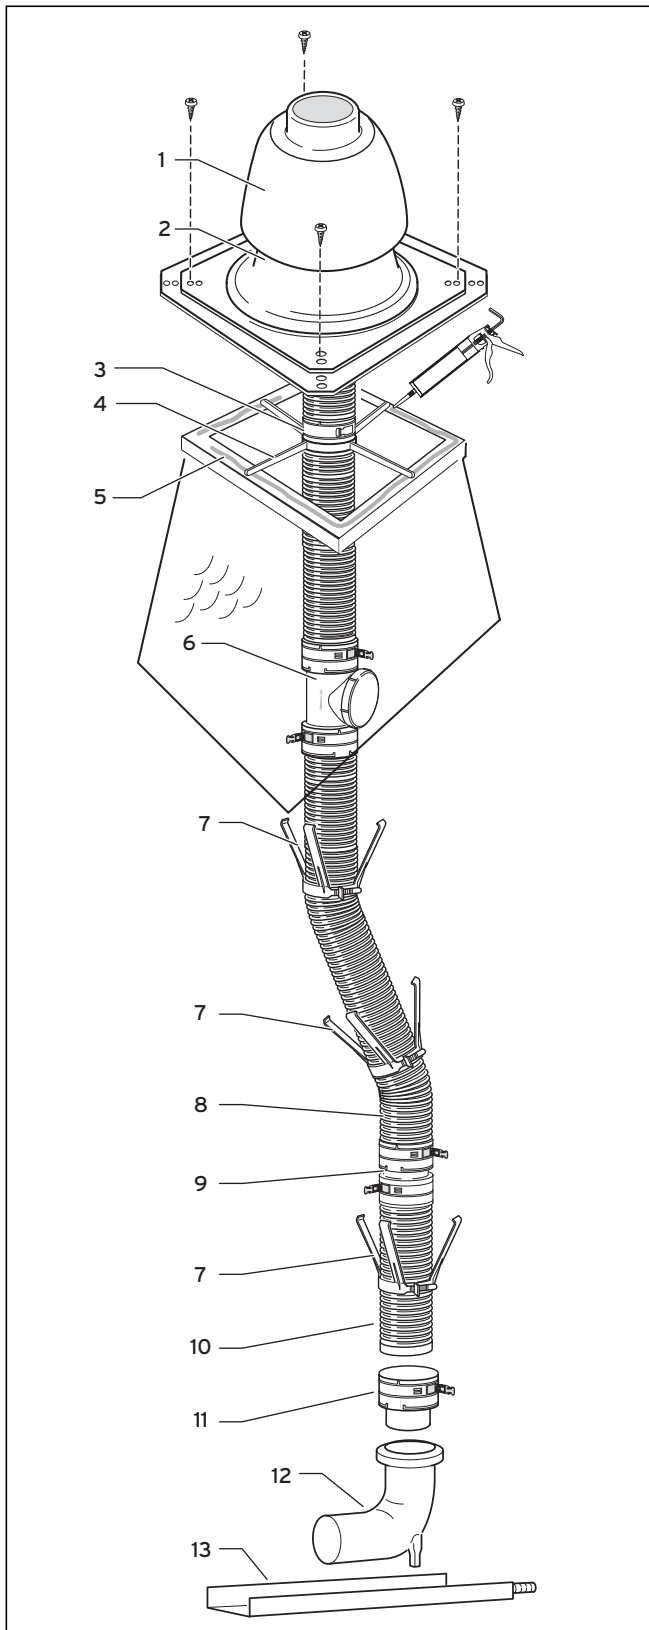

Abb. 6.36 Systemaufbau flexible Abgasleitung
- Schieben Sie das untere Ende der Abgasleitung (10) bis zum Anschlag in das Einsteckelement (11) und befestigen Sie es mit den Klick-Verschlüssen.
- Montieren Sie die Abstandshalter (7, siehe Abb. 6.36) im Abstand von maximal 2 m an der Abgasleitung.
- Schieben Sie das Montagekreuz (4) über die Abgasleitung (8) auf die Schachtwange, siehe Abb. 6.36.
- Befestigen Sie den Fuß des Schachtaufsatzes (2, Abb. 6.36) mit vier Schrauben auf dem Mündungsrand.